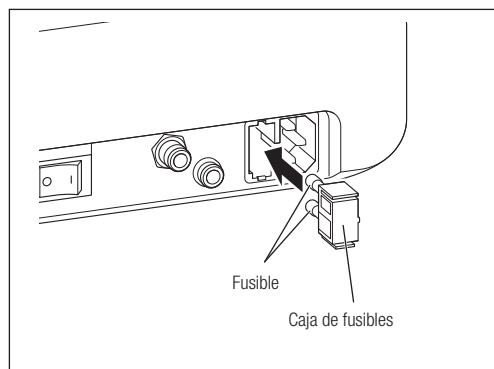

Fig. 59
- 3) Extraiga la caja de fusibles situada en la parte posterior de la unidad de control mientras mantiene los clavos situados en ambos extremos presionados hacia dentro (Fig. 59).